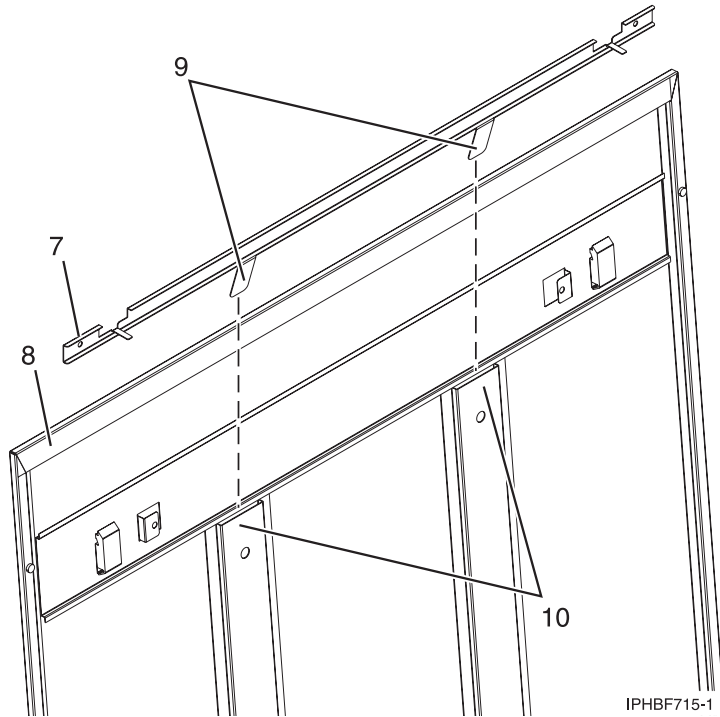

Figure 27. Installation d'une glissière de sécurité
- b. Placez la partie plate de la glissière (7) face à la partie intérieure du panneau (8) (voir la figure 27, à la page 36) et insérez les deux taquets (9) de la glissière dans les deux canaux de support verticaux (10) situés sur le panneau latéral.